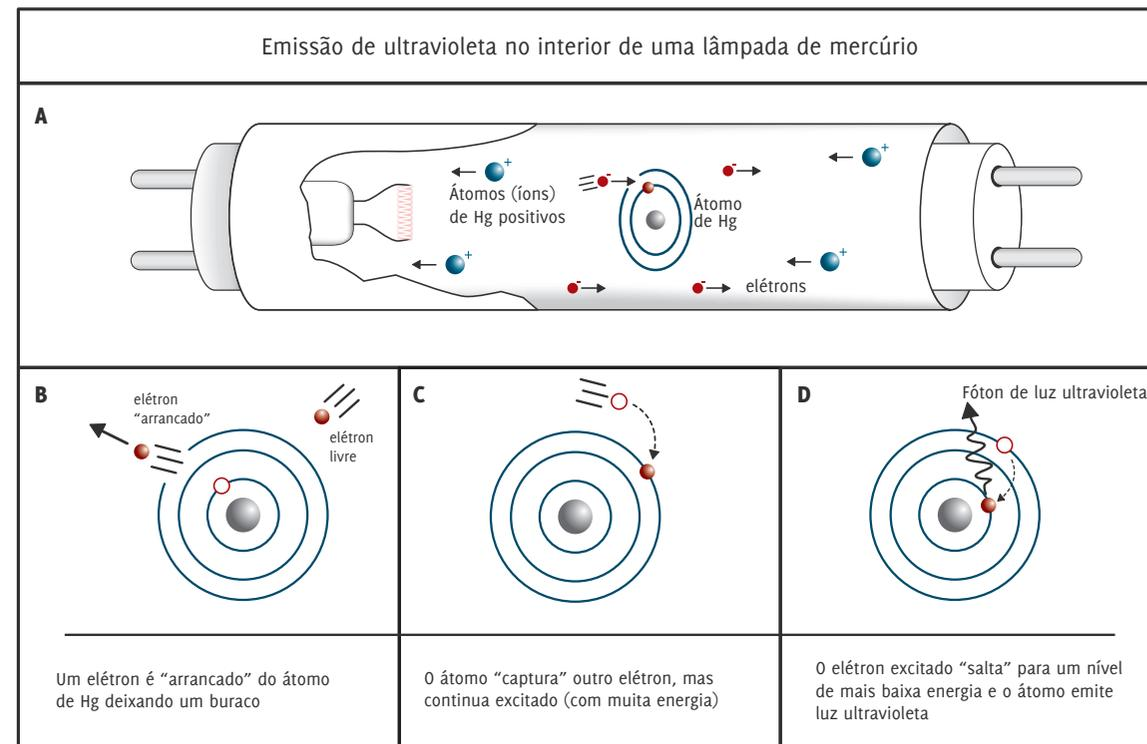

FIG.19
Imediatamente depois dessa situação inicial se caracterizar deixa de ser necessário, tanto o aquecimento dos filamentos, quanto a alta tensão estabelecida inicialmente no interior da lâmpada. Com elétrons livres e átomos ionizados de mercúrio já presentes naquele ambiente os processos descritos na FIG. 19 continuam a ocorrer. Os itens B, C e D dessa figura dizem respeito à emissão de luz ultravioleta pelos átomos de mercúrio contidos no interior da lâmpada. Além do ultravioleta, entretanto, os átomos também emitem luz visível, como você deve ter observado ao procurar por linhas coloridas no interior do espectroscópio utilizado no *Passo 6* deste experimento.
O item A da FIG. 19 indica que, ao se moverem no interior da lâmpada, elétrons e íons são continuamente “recombinados”. Os íons de mercúrio, que capturam elétrons, acabam por perder sua condição de átomos ionizados (item C da FIG. 19). No entanto, esses átomos ainda apresentam níveis de energia acima do normal. Por essa razão, em Ciências, diz-se que esses átomos se encontram excitados.
Os elétrons que ocupam níveis de energia elevados no interior de um átomo excitado apresentam uma tendência de “saltar” para um estado de menor energia (item D da FIG. 19). Em cada um desses “saltos”, ocorre a liberação de um “pacote”, ou *quantum*, de energia.
Na FIG. 20-b, representa-se o momento em que um dos elétrons que compõem o material recebe um fóton de luz ultravioleta (UV) que foi emitido por um átomo de mercúrio, mediante processo descrito na FIG.19. Já na FIG. 20-c, mostra-se que, ao absorver o fóton de ultravioleta, o elétron dá um grande “salto” até um dos níveis de energia mais altos.